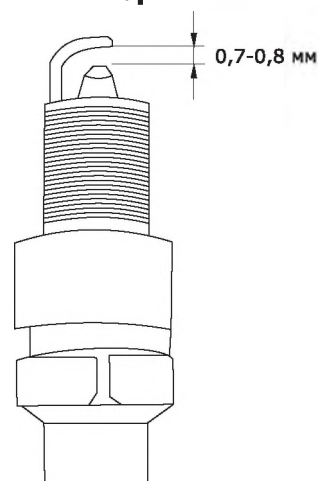

Рис. 7
- Проверьте величину зазора между заземляющим и центральным электродами, используя специальный щуп. При необходимости установите зазор 0,7–0,8 мм (рис. 7).